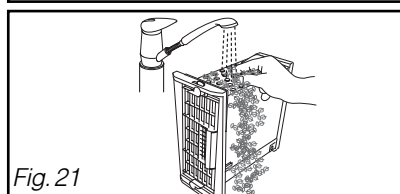

Fig. 21
- Nettoyez-le uniquement avec de l'eau sous le robinet (Fig. 21).